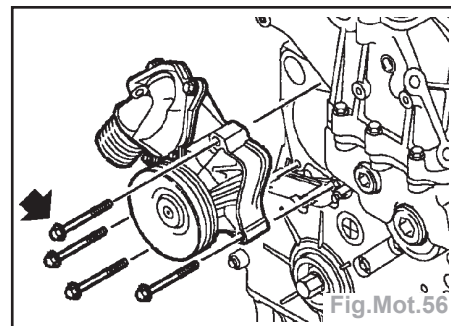

Fig.Mot.56
- Enlever les 4 boulons et déposer la pompe à eau (Fig.Mot.56).